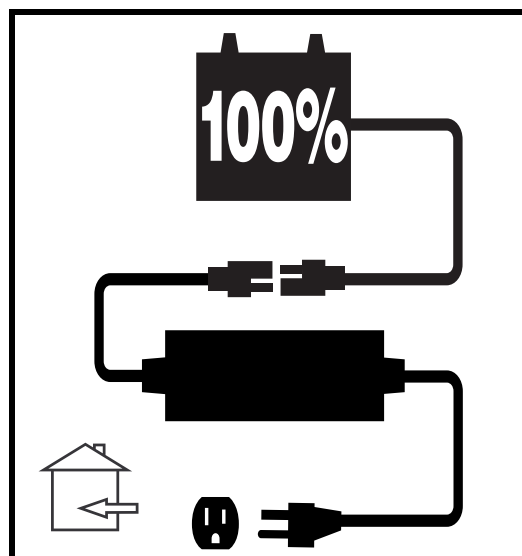

Figure 20. Recharge des batteries
2. Branchez le cordon d'alimentation du chargeur dans le réceptacle situé dans le bas du boîtier, puis branchez l'autre connecteur du cordon dans la prise électrique. Voir la figure 20.